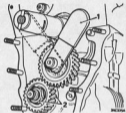

Abb. A.31
11. Werkzeug mit dem Griff gegen die Kurbelwelle in das Zwischenrad stecken, Abb. A.31.
16. Haltewerkzeug für Räderung auf der gegenüberliegenden Seite der Kurbelwelle anbringen, Abb. A.31.